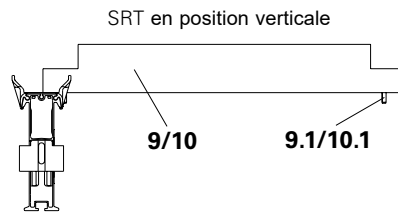
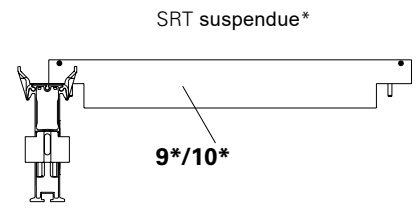

Fig. A5.01
Fig. A5.02
Installer en position verticale (Fig. A5.01) ou suspendue (Fig. A5.02). La goupille de sécurité (9.1/10.1) bloque en position la poutrelle de rive SRT 150-2 (9) ou SRT 75-2 (10) à la poutrelle SLT dans la direction longitudinale.
(Fig. A5.01 + A5.02)